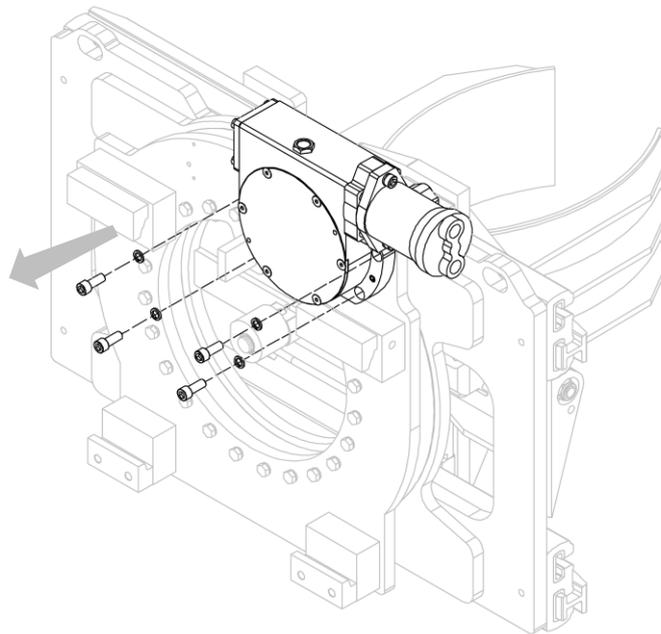

Figura 42
3. Rimuovere la coppia riduttore-motore dalla struttura dell'attrezzatura, dopo aver rimosso le relative viti (vedi *Figura 42*).